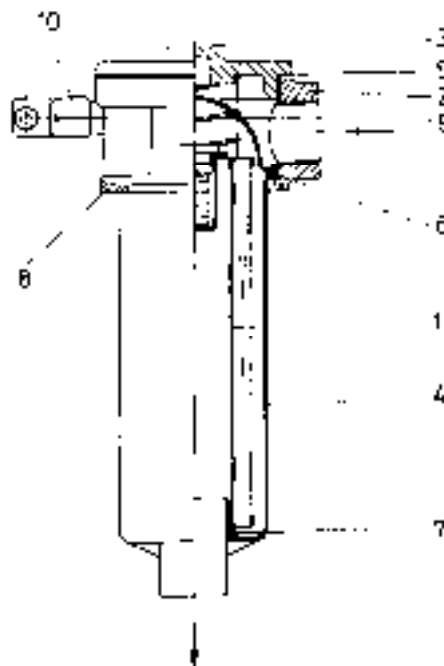

Рис. 5.59. Фильтр возвратный
- Вынуть фильтрующие элементы возвратных фильтров и напорного, представленных на Рис. 5.59 и 5.60. Очистить демонтированные детали.
Замена фильтрующих элементов возвратных фильтров не требует слива масла из бака гидросистемы. Уровень масла в баке ниже расположения крышек фильтров. Поэтому при выемке фильтрующих элементов из фильтров не произойдет утечки масла из бака. В гидросистеме применены два возвратных фильтра, представленные на Рис. 5.59.
Порядок замены фильтрующих элементов возвратных фильтров (Рис. 5.59):
- выкрутить крышку (3, Рис. 5.59) из головки фильтра (2);
- очистить корпус (4) фильтра внутри;
- заменить фильтрующий элемент (1) с уплотнительным кольцом (7);
- проверить состояние и при необходимости заменить уплотнительную прокладку (5);
- очистить снятые детали и закрутить крышку (3).